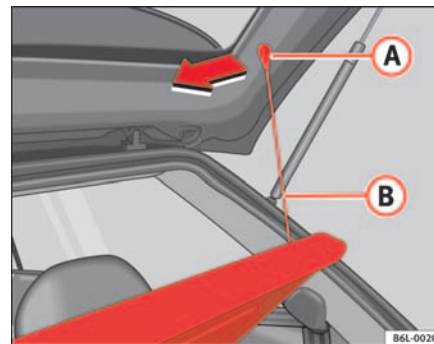

Fig. 84 Plage arrière
- Décrocher les tirants ⇒ fig. 84 B de leurs logements A.